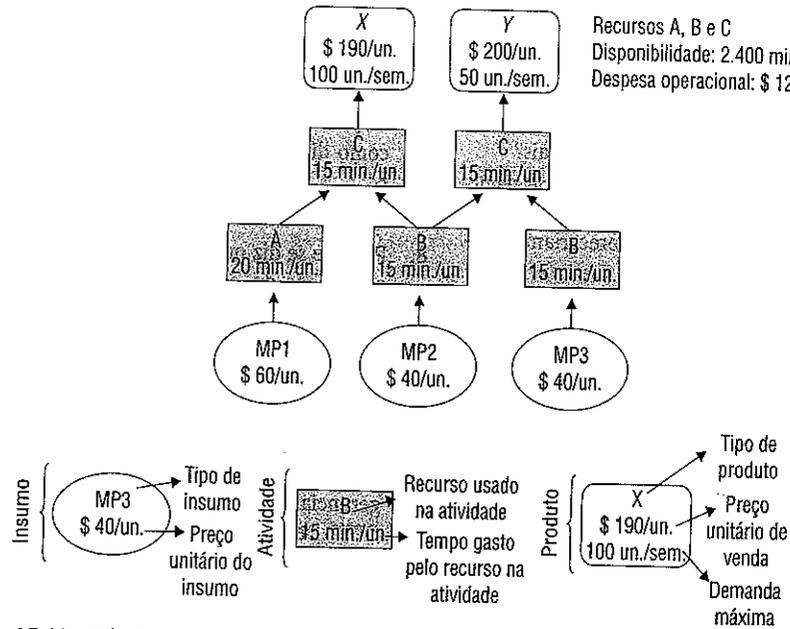

Figura 15.12 Fábrica XY - ilustração de processo.
2. A fábrica XY confecciona dois produtos, X e Y. Preços de venda e demandas de mercado são mostrados no diagrama da Figura 15.12. Cada produto usa matérias-primas com seus correspondentes custos, como mostrado. A fábrica tem três máquinas A, B e C. Cada uma processa uma unidade de matéria-prima por vez. Os tempos de processo também são mostrados no diagrama e a ordem dos processos é livre. Não há geração de defeitos nem tempos